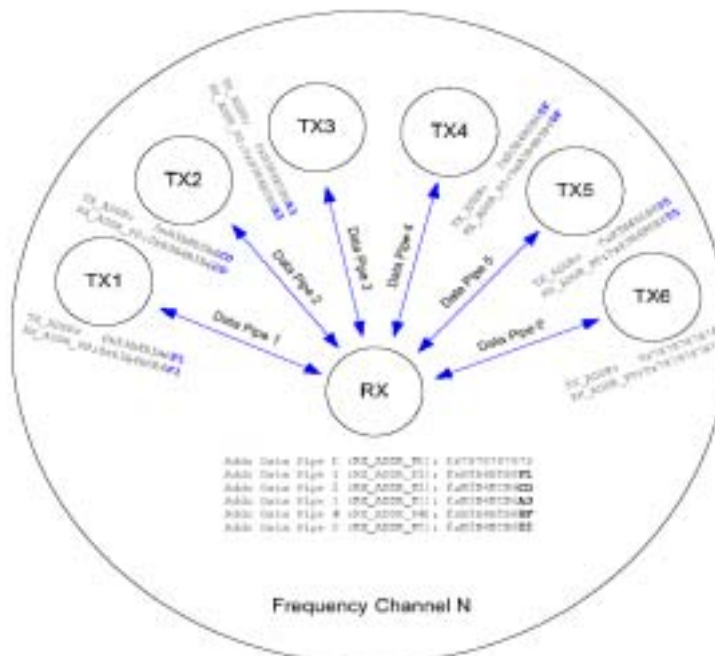

图 5、应答地址确定举例
nRF24L01 在确认收到数据后记录地址，并以此地址为目标地址发送应答信号。在发送端，数据通道 0 被用做接收应答信号，因此，数据通道 0 的接收地址要与发送端地址相等以确保接收到正确的应答信号。见图 5 选择地址举例。
- 2、当 MCU 有数据要发送时，接收节点地址 (TX_ADDR) 和有效数据(TX_PLD)通过 SPI 接口写入 nRF24L01。发送数据的长度以字节计数从 MCU 写入 TX FIFO。当 CSN 为低时数据被不断的写入。发送端发送完数据后，将通道 0 设置为接收模式来接收应答信号，其接收地址(RX_ADDR_P0)与接收端地址(TX_ADDR)相同。例：在图 5 中数据通道 5 的发送端(TX5)及接收端(RX)地址设置如下：